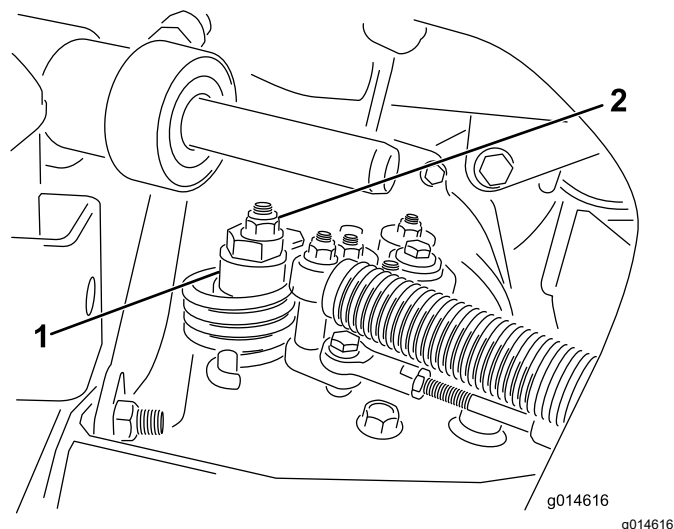

Figura 39
- A. Liberte a porca que fixa o disco excêntrico ao cimo do hidróstato (**Figura 39**).
- C. Rode o disco excêntrico até eliminar a deslocação em qualquer um dos sentidos. Quando a roda deixar de rodar, aperte a porca, bloqueando deste modo o disco excêntrico e fixando a posição de ajuste (**Figura 39**). Verifique se o ajuste é o adequado colocando o acelerador nas posições LENTO e RÁPIDO.